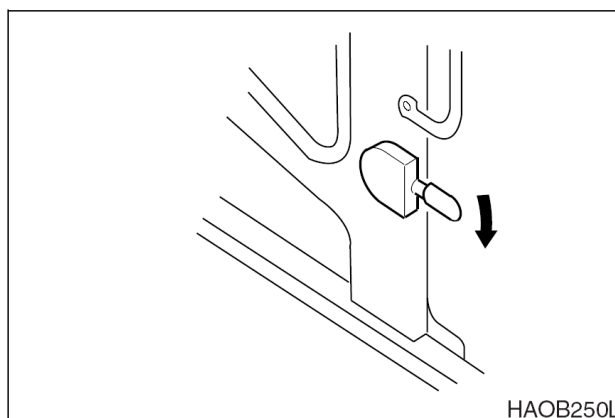

Рис. 118
- Для отделения двери от стенки кабины опустить рычаг защелки (рис. 118). Рычаг защелки расположен слева от сиденья оператора.